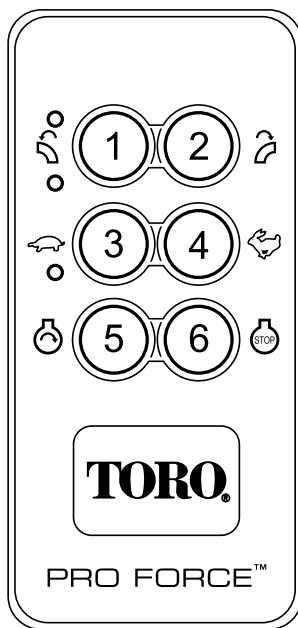

Figure 11
4. Le démarrage du moteur n'est possible qu'en appuyant sur la touche de démarrage quand l'état d'activation de démarrage du moteur est actif. L'état d'activation de démarrage ne devient actif que lorsque la séquence d'activation de démarrage du moteur a été exécutée (Figure 11).